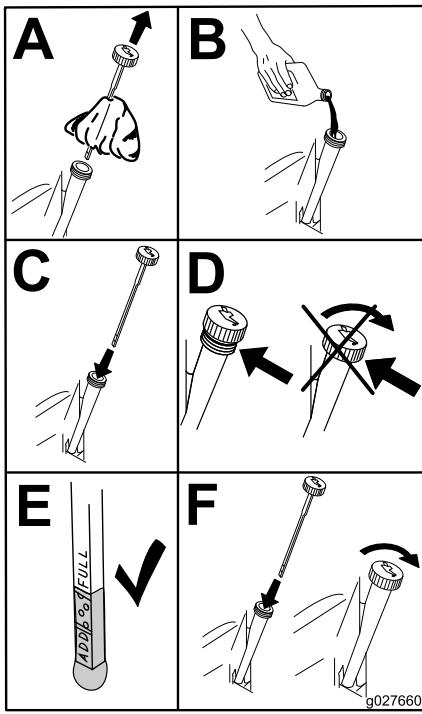

Figure 54
5. Versez lentement environ 80 % de l'huile spécifiée dans le tube de remplissage, puis faites l'appoint lentement jusqu'à ce que le niveau atteigne le repère maximum (**Full**) (Figure 54).